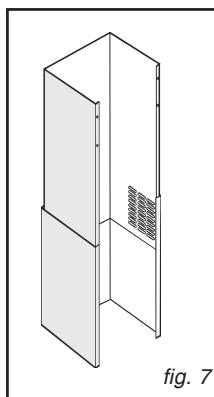

fig. 7
- Pour la version évacuation retournez la cheminée supérieure de façon à ce que les ouies d'évacuation d'air soit dans la partie du bas (Fig. 7).